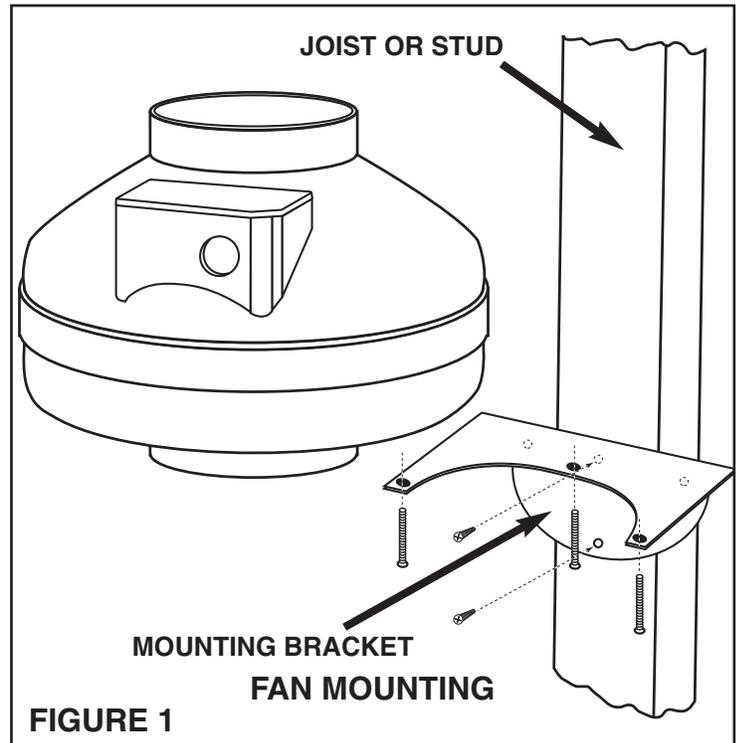

FIGURE 1
2. Attach fan mounting bracket to the support joist using the wood screws provided (**Refer to Figure 1**). For best performance vertical mounting is recommended, however any orientation is acceptable.
3. Attach fan to the mounting bracket using the self threading screws provided (**Refer to Figure 1**). To ease attachment 1/16" pilot holes may be used for the mounting screws.
- 2. Fixer la bride de support du ventilateur à la solive au moyen des vis à bois fournies (consulter la Figure 1). Pour de meilleurs résultats, on recommande l'installation à la verticale, mais une autre orientation est également acceptable.
- 3. Installer le ventilateur sur la bride de support au moyen des vis à enfilement automatique fournies (consulter la Figure 1). Pour faciliter l'installation, percer des trous de 1/16 po dans le ventilateur pour les vis.